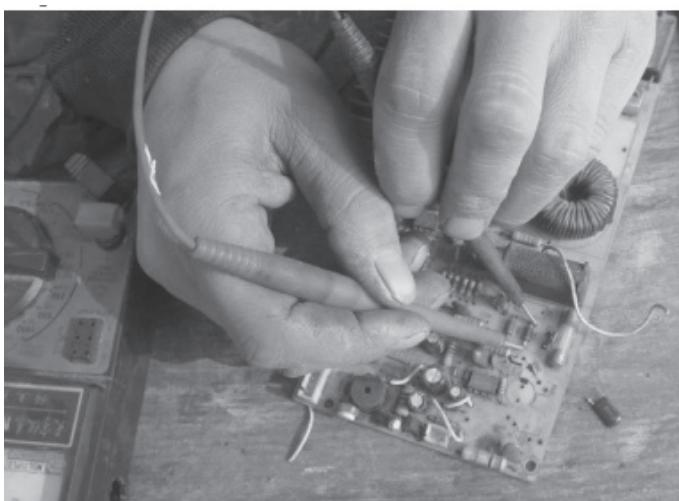

图 2-55 第二次测量二极管
4) 将两表笔对换，即将接万用表负极的黑表笔接至二极管的负极，接万用表正极的红表笔接至二极管的正极，如图 2-55 所示。此时，万用表会测得二极管的反向阻值，记为 R_2 。